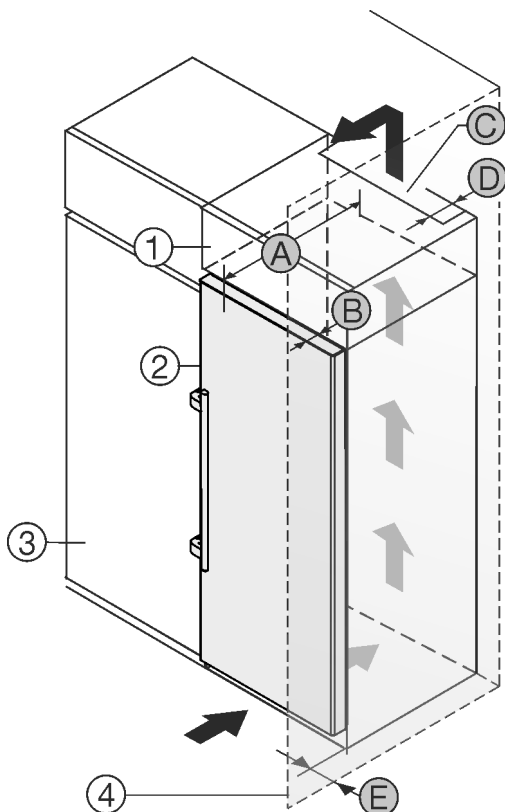

Fig. 2
Вы можете установить устройство непосредственно рядом с кухонным шкафом Fig. 2 (3).*
На задней стенке дополнительного шкафчика должен быть вентиляционный канал с глубиной Fig. 2 (D) по всей ширине этого шкафа.*
Нужно соблюдать вентиляционное отверстие Fig. 2 (C) под нижней панелью.*
Если устройство устанавливается на шарнирах у стены Fig. 2 (4), то расстояние между устройством и стеной должно быть не менее 57 мм . Это соответствует расстоянию, на которое выступает ручка при открытой дверце.*
Чтобы можно было полностью открыть дверь, устройство должно выступать на глубину двери Fig. 2 (B) относительно передней стенки кухонного шкафа. В зависимости от глубины кухонных шкафов Fig. 2 (3) и использования пристенных распорок устройство может выступать и больше.*